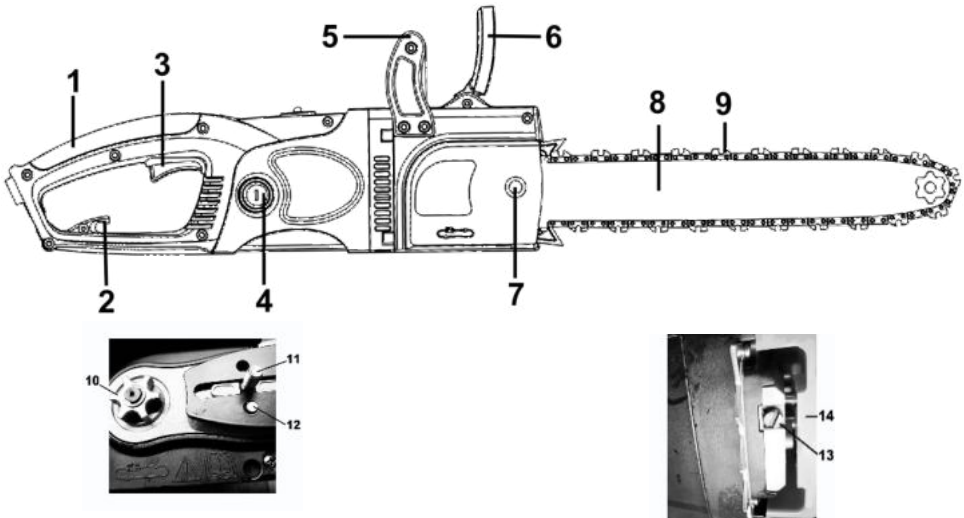

Рисунок 1
пиляльної гарнітури у складі шини (8), пиляльного ланцюга (9), однофазного колекторного двигуна з подвійною ізоляцією, який встановлений по «подовжній» схемі – вісь двигуна паралельно осі виробу, при цьому рух на приводну шестерню (10) ланцюга передається під кутом 90° через конічний редуктор; системи зчеплення з відцентровою муфтою та гальмами, – згідно рис. 1.
**Пиляльна гарнітура** - консольного типу, складається з напрямної шини (8), пиляльного ланцюга (9), які під'єднані до двигуна через систему зчеплення та до систем натягування і змащування ланцюга. Зчеплення виконане як інерційна муфта на валу двигуна, у якій зовнішня приводна шестерня рухає пиляльний ланцюг. Конструкція муфти передбачає передачу руху на ланцюг після досягнення робочих обертів двигуна. Змащення направляючого паза шини в процесі роботи - безперервне, автоматичне, за допомогою насоса. Насос і мастильний бак для змащення ланцюга розташовані в корпусі двигуна. Натягування ланцюга забезпечується регулюванням положення направляючої шини ланцюга відносно приводної шестерні (розташована під кришкою (14) кріплення шини) за допомогою натяжного пристрою, який приводиться в дію вручну ходовим гвинтом (13) за допомогою викрутки з комплекту.
**Інерційне гальмо пиляльного ланцюга.** Гальмування ланцюга забезпечує безпеку користування пристроєм під час роботи і спрацьовує вручну при натисканні лівою рукою переднього важеля гальма в бік пиляльної гарнітури, або автоматично при виникненні ривка пили за рахунок дії інерції мас на цей же захисний пристрій. Ланцюг при спрацьовуванні гальма зупиняється за частки секунди. Гальмівне зусилля створюється тертям гальмівної стрічки по зовнішній поверхні гальмівного барабана. Одночасно додатковий вимикач розриває електричний ланцюг живлення електродвигуна. Для відключення механічного гальма необхідно повернути захисний пристрій (6), або щиток гальма ланцюга в початкове положення.
4.1.1 Для увімкнення виробу натисніть на кнопку блокування від випадкового ввімкнення (розташована з лівого боку основної рукоятки), а потім на важіль перемикача (3) (рис. 1). Для відключення виробу слід важіль відпустити.